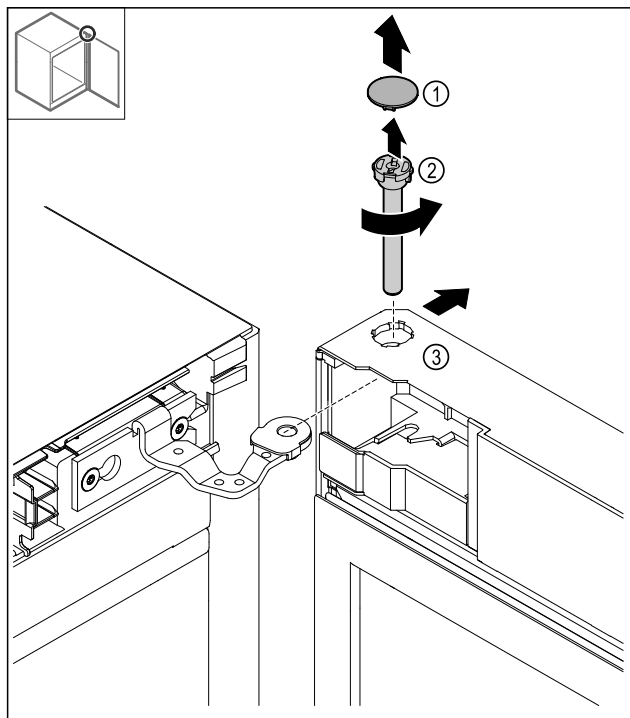

Fig. 18
- ▶ Ta av skyddet Fig. 18 (1).
- ▶ Skruva ut stiftet Fig. 18 (2) moturs och dra ut det.
- ▶ Tippa dörren Fig. 18 (3) något.